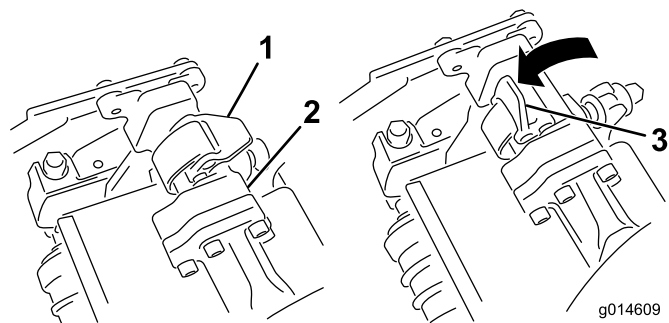

图33
4. 向下并绕着滚刀组横杆关闭闩锁，将它们锁定到位（图33）。
4. 打开您正在拆下的滚刀组悬挂臂上的闩锁（图33）。